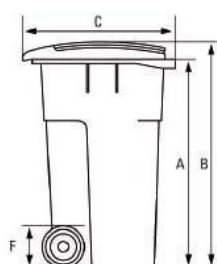

Fig 4
A partir des données techniques des poubelles classiques (fig.4) :
a) Quel est le bon modèle pour le calcul du volume approximatif de la poubelle classique (fig.4) ?